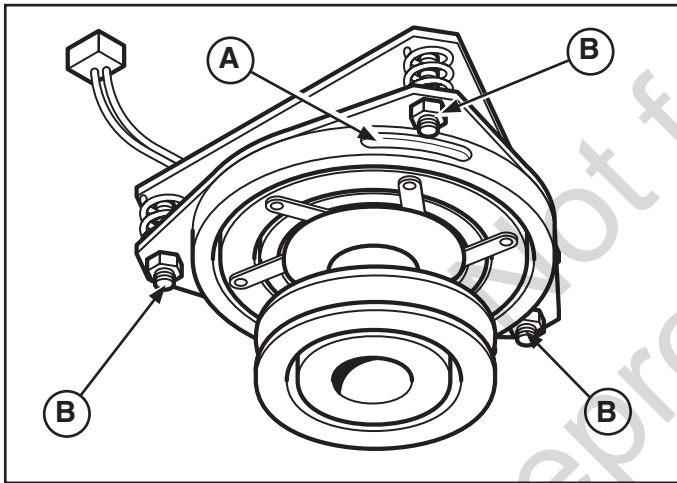

Figura 26
2. Note la posición de las 3 ventanas de ajuste (**A**, Figura 26) en el lado del plato de freno y las tuercas de ajuste de nilón (**B**).
4. Apriete alternadamente las tuercas de ajuste (**B**, Figura 26) hasta que la cara del rotor y cara de la armadura apenas hagan contacto con el calibrador.